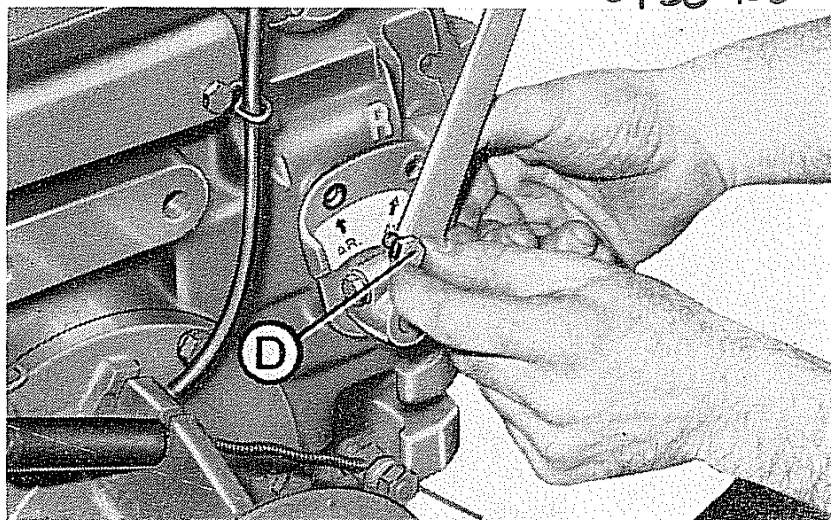

Fig. 6 - Disposizione piastra
- Togliere la vite **D** (fig. 6), spostare la piastra in posizione « AR » (indietro) e fissarla nuovamente.
La leva 2 in posizione « **V** » non entra: questo è dovuto al precedente spostamento della piastra di fig. 6, perché nell'uso del motocoltivatore in senso inverso dette retromarce (ex veloci), sono state eliminate a causa dell'eccessiva pericolosa velocità.